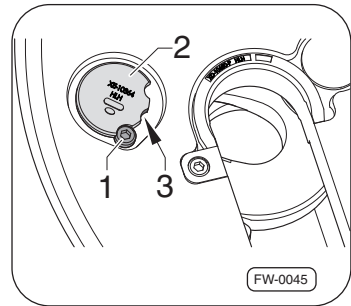

Abb. 24 · Nachstellen des Verschlusses
1. Zum Nachstellen des Verschlusses, Innensechskantschraube⇒Abb. 24, –Pos. 1– lösen bis der Kopf den Verschlussbolzen –Pos. 2– freigibt. Den Verschlussbolzen –Pos. 2– im Uhrzeigersinn drehen, bis die nächste Raste –Pos. 3– mit der Innensechskantschraube –Pos. 1– bündig abschließt.